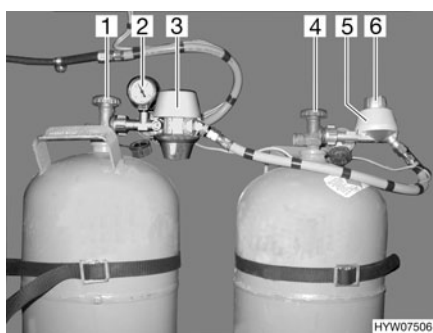
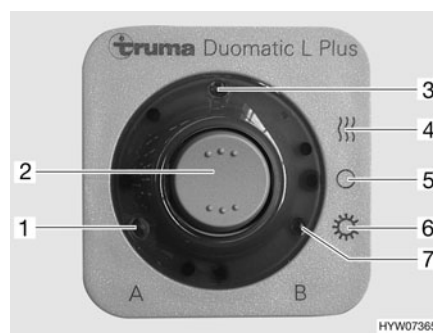

Fig. 125 Instalación de conmutación Duomatic
Fig. 126 Unidad de mando
La instalación de conmutación Duomatic se compone de un regulador central (Fig. 125,3) y de un regulador de conmutación (Fig. 125,5). Con el botón giratorio (Fig. 125,6) en el regulador de conmutación se puede determinar cuál de las bombonas de gas se usará como bombona de servicio y cuál bombona de gas como bombona de reserva.
El manómetro (Fig. 125,2) en el regulador central indica la presión en la bombona de gas, no el nivel de llenado de la bombona de gas. Con el manómetro se puede comprobar la estanqueidad de la bombona de gas.
En la unidad de mando (Fig. 126) únicamente pueden conmutarse las funciones eléctricas. Las llaves de paso principales de las bombonas de gas (Fig. 125,1 y 4) deben abrirse a mano.
- Abrir las llaves de paso principales en las bombonas de gas (Fig. 125,1 y 4).
- Con el botón giratorio (Fig. 125,6) en el regulador de conmutación (Fig. 125,5), seleccionar la bomba de gas de la cual se debe tomar el gas preferentemente (bomba de servicio). Girar el botón giratorio siempre hasta el tope.
En caso de que el botón giratorio se encuentre en la zona roja, el gas se tomará preferentemente de la bomba de gas con el regulador central (Fig. 125,3).
En caso de que el botón giratorio se encuentre en la zona verde, el gas se tomará preferentemente de la bomba de gas con el regulador de conmutación (Fig. 125,5).
- Conectar la instalación de conmutación Duomatic en la unidad de mando (Fig. 126).
Para ello, ajustar el interruptor basculante (Fig. 126,2) en modo de invierno "On y calentar" (Fig. 126,4) o en modo de verano "On" (Fig. 126,6). Los dos reguladores de presión de gas están ahora desaireados. El piloto (Fig. 126,3) se enciende.
- Poner el interruptor basculante (Fig. 126,2) en "O" (Fig. 126,5). El piloto (Fig. 126,3) se apaga.
- Cerrar las llaves de paso principales en las bombonas de gas (Fig. 125,1 y 4).
Las luces de control en la unidad de mando (Fig. 126) señalizan en el interior del vehículo si las bombonas están dispuestas para el funcionamiento.
- Luz de control "A" (Fig. 126,1): Bombona de gas en el regulador central
- Luz de control "B" (Fig. 126,7): Bombona de gas en el regulador de conmutación